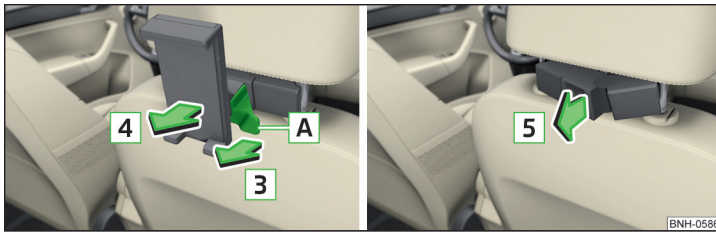

Abb. 85 Halter ausbauen / Adapter abnehmen
- An der Sicherungslasche **A** in Pfeilrichtung **3** ziehen » Abb. 85.